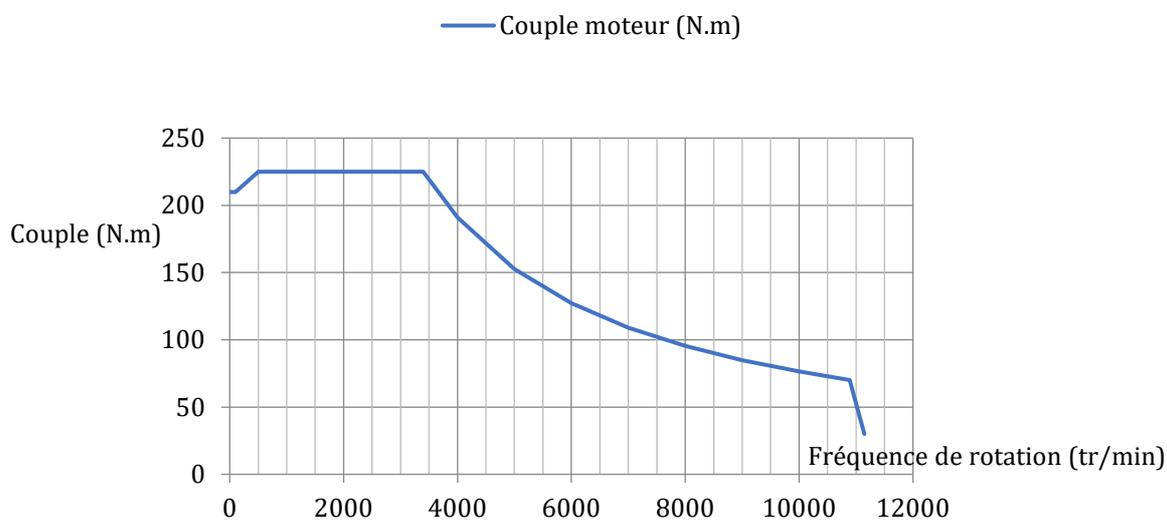

Figure 2
6. Pour la courbe du couple moteur donnée en figure 2, le couple moteur à 5000 tr/min est égal à :
7. Pour la courbe en figure 2, la puissance moteur à 6000 tr/min est égale à :